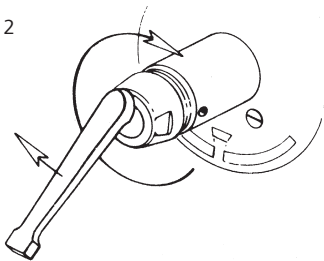

Abb. 10
Schraube am Schwenkauslauf herausdrehen (Abb. 10)
Schraube mit Dichtung (4) wieder einschrauben (Abb. 10)